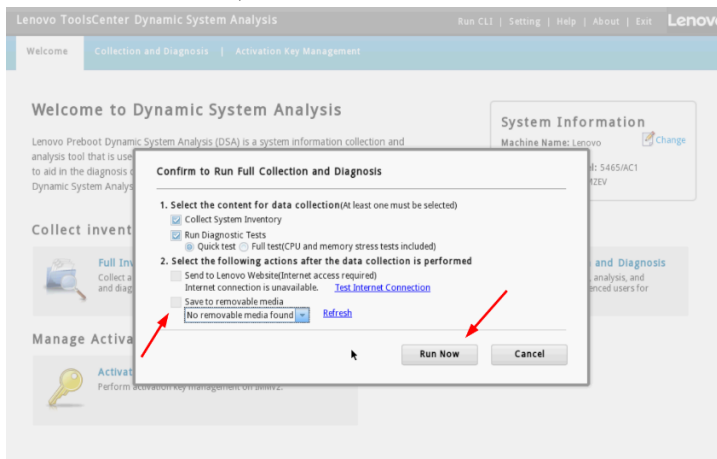

图 13: DSA 预启动版运行 full collection and diagnostics
6. 选择保存服务数据文件的目标位置;然后单击 Run Now 按钮开始运行, 如图 13 所示;